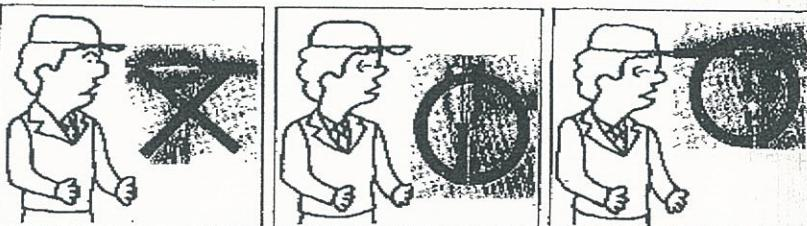

図 5
4.3 作業する際は、シリング部を人のいる方向や、自分の方へ向けての使用はさて下さい。 (図 5)